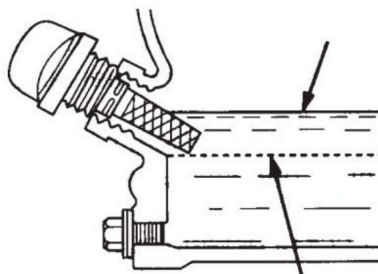

FIG.3
7.2.4 Om oljenivån är låg (FIG. 3), fyll på till kanten av oljepåfyllningshålet med rekommenderas med SAE10W-30 4-taktsolja. Maximal oljekapacitet är 400 cc.